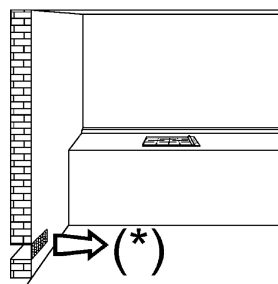
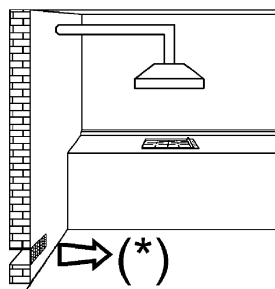

FIG. 3
FIG. 4
- *utilizarea unui aparat de gatit cu gaz produce caldura si umiditate in camera in care este instalat. Este deci necesar sa asigurati o buna aerisire lasand liberegurile de ventilatie naturala (fig. 3) si activand dispozitivul mecanic de aerisire (hota de aspiratie sau ventilator, fig. 4 si 5).*